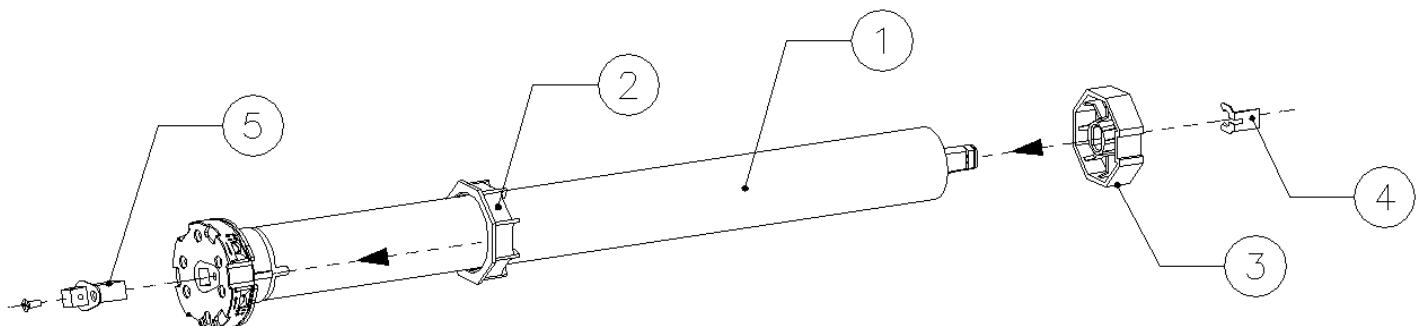
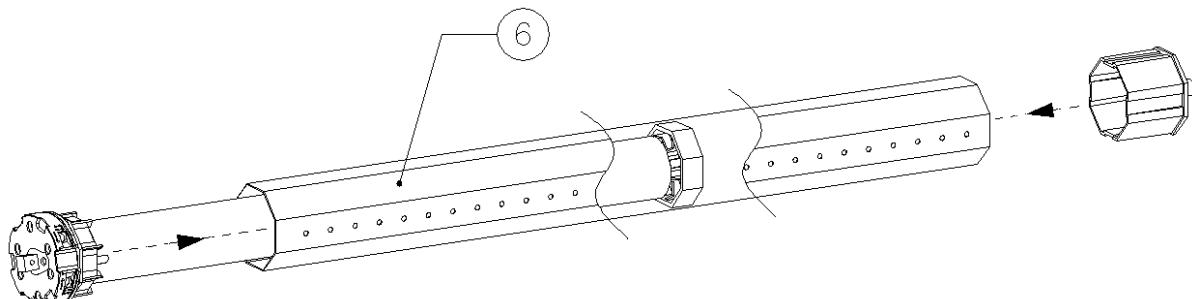
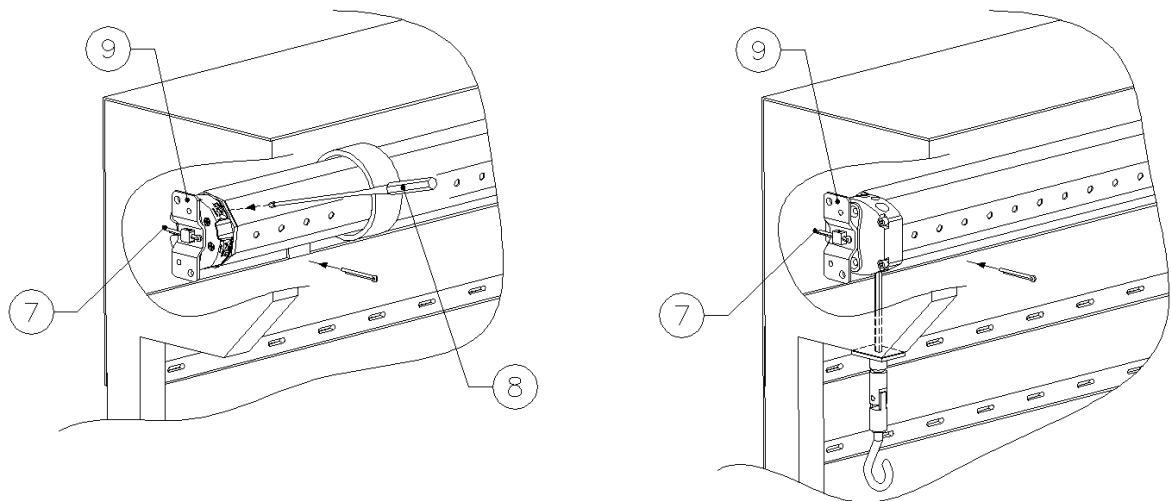
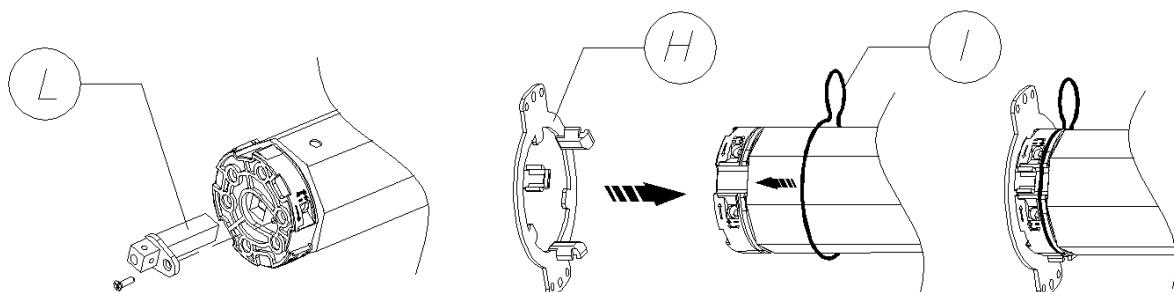

Fig.1
Fig.2
Fig.3
Fig.4
Faccendo riferimento allo schema di montaggio, preparare il motoriduttore con la seguente sequenza di operazioni: **A)** Infilare la corona del fincorsa (2) sul motoriduttore (1) fino ad inserirsi nel corrispondente anello di fincorsa facendo combaciare le due scanalature; spingere fino alla battuta come indicato nella fig. 1. Inserire la puleggia di trascinamento (3) sull'albero del motore e bloccarla con relativo fermo (4). Applicare l'adattatore per staffa (5) sulla testa del fincorsa bloccando con le apposite vite date in dotazione. **B)** Introdurre il motoriduttore così assemblato nel tubo di avvolgimento (6) fino ad inserire anche l'estremità della corona (2), (vedi fig. 2). Fissare la puleggia di trascinamento (3) al tubo di avvolgimento (6) mediante una vite in modo tale da evitare possibili slittamenti e movimenti assiali del motore. **C)** Infine bloccare la testa del motoriduttore all'apposita staffa (9) mediante la copiglia (7) data in dotazione (fig.3). **D)** Prima di agganciare il telo al rullo eseguire il collegamento elettrico come mostrato in fig. 4. **E)** Premere il pulsante di salita o discesa per verificare la rotazione del rullo nel senso di avvolgimento e/o svolgimento del telo (in caso contrario invertire i cavi nero e marrone. A questo punto, premere il pulsante di discesa fino al completo arresto della rotazione del rullo. Agganciare il telo al rullo, e premere il pulsante di salita fino a quando il telo si ferma. Procedere ora con la regolazione dei fincorsa, attraverso l'apposito regolatore (8).
En référence au schéma de montage, préparer le motorréducteur en suivant ces instructions: **A)** Enfiler la couronne du fin-de-course (2) sur le motorréducteur (1) jusqu'à son insertion dans l'anneau de finde-course en faisant coïncider les deux rainures; pousser jusqu'à la feuilleure, comme indiqué à la fig.1. Insérer la poulie d'entraînement (3) sur l'arbre du moteur et la bloquer avec un arrêt (4). Appliquer l'adaptateur pour support (5) sur la tête du fin-decourse en bloquant avec les vis fournies. **B)** Introduire le motorréducteur assemblé dans le tuyau d'enroulement (6) jusqu'à l'insertion de l'extrémité de la couronne (2), (cf. fig. 2). Fixer la poulie d'entraînement (3) au tuyau d'enroulement (6) à l'aide d'une vis afin d'éviter les éventuels glissements et les mouvements axiaux du moteur. **C)** Enfin, bloquer la tête du motorréducteur à la bride (9) à l'aide de la goupille (7) fournie (fig.3). **D)** Avant d'accrocher la toile au rouleau effectuer le branchement électrique comme indiqué à la fig. 4. **E)** Appuyer sur le bouton de remontée ou de descente afin de vérifier la rotation du rouleau dans le sens d'enroulement e/ou de déroulement de la toile (dans le cas contraire, inverser les câbles noir et marron). A ce niveau, appuyer sur le bouton de descente jusqu'à l'arrêt complet de la rotation du rouleau. Accrocher la toile au rouleau et appuyer sur le bouton de remontée jusqu'à l'arrêt de la toile. Procéder à présent au réglage des fin-de-course, à l'aide du régulateur (8).
Using the assembly diagram as your reference, prepare the gearmotor in the following operating sequence: **A)** Insert the rim of the limit switch (2) into the gearmotor (1) until it enters the corresponding run control ring and the two grooves engage. Push it up to the mechanical stop as indicated in figure 1. Place the driving pulley (3) onto the transmission shaft and block it with the corresponding retainers. (4). Fix the adaptor for the retaining bracket (5) onto the head of the limit switch with a screw provided. **B)** Introduce the gearmotor thus assembled into the winding spindle (6) until it inserts into the extremity of the rim (2), (see figure 2). Fix the driving pulley (3) to the winding spindle (6) by a screw to prevent the motor from sliding or moving axially. **C)** Finally block the head of the gearmotor onto the corresponding retaining bracket (9) using the splint pin (7) provided (figure 3). **D)** Before hooking awning to the winding spindle make the electric connections as illustrated in figure 4. **E)** Press the lifting and closing button to check that the winding spindle moves in the correct direction for winding and/or unwinding the awning (if the direction is incorrect invert the black and brown wires). At this point, press the closing button until the winding spindle stops. Attach the awning to the winding spindle and press the lifting button until the awning stops. Now regulate the limit switch, using the apposite adjustment (8).
Haciendo referencia al esquema de montaje, preparar el motorreductor en la siguiente secuencia de operaciones: **A)** Introducir la corona de final de recorrido (2) en el motorreductor (1) hasta colocarlo en el correspondiente anillo de final de recorrido haciendo coincidir las dos ranuras; empujar hasta el tope como se indica en la fig. 1. Introducir la polea de arrastre (3) en el arbol del motor y bloquearla con su correspondiente cierre (4). Aplicar el adaptador para abrazadera (5) en la extremidad del final de recorrido bloqueándolo con los tornillos que se incluyen. **B)** Introducir el motorreductor montado de esta forma en el tubo de recogida (6) hasta introducir también las extremidades de la corona (2), (ver fig. 2). Fijar la polea de arrastre (3) al tubo de recogida (6) con un tornillo, de forma que se eviten posibles deslices y movimientos axiales del motor. **C)** Al final bloquear la extremidad del motorreductor en la abrazadera (9) mediante la chaveta (7) que se entrega (fig.3). **D)** Antes de enganchar la tela al rodillo realizar la conexión eléctrica como se muestra en la fig. 4. **E)** Presionar el pulsador de subida y bajada para comprobar la rotación del rodillo en la recogida y/o como se desenrolla la tela (en caso contrario invertir los cables negro y marrón) A este punto, presionar el pulsador de bajada hasta la completa parada de la rotación del rodillo. Enganchar la tela al rodillo y presionar el pulsador de subida hasta que se pare la tela. Proceder entonces con la regulación del final de recorrido a través del reglador (8).
Unter Hinweis auf das Montageschema sind die Rohrmotor mit der nachstehenden Aufeinanderfolge von Operationen vorzubereiten: **A)** Den Endanschlagkranz (2) auf den Rohrmotor (1) stecken, bis er in den entsprechenden Endanschlagring eingefügt ist, wobei die zwei Rillen auf einander passen müssen; bis zum Anschlag drücken, wie in Abb. 1 gezeigt. Die Mitnehmscheibe (3) auf der Motorwelle einfügen und mit der entsprechenden Befestigung blockieren (4). Den Adapter für den Bügel (5) auf dem Kopf des Endanschlages anplizieren und mit den eigens beigefügten Schrauben blockieren. **B)** Den auf diese Weise montierten Motor in das Aufwickelungsrohr (6) einfugen, bis auch die Extremitäten des Kranzes (2) eingefügt sind. (Siehe Abb. 2). Die Mitnehmscheibe (3) auf dem Aufwickelungsrohr (6) mittels einer Schraube derart befestigen, dass eventuelle Rutschbewegungen oder axiale Bewegungen des Motors vermieden werden. **C)** Schließlich den Kopf des Motors auf dem eigens vorgesehenen Bügel (9) mittels des beigefügten Splints (7) blockieren (Abb. 3). **D)** Vor der Befestigung der Markise an der Rolle ist die elektrische Verbindung wie auf Abb. 4 gezeigt herzustellen. **E)** Die Taste für das Heben und Senken drücken, um die Rotation der Rolle im Aufwickelungs- und/oder Abwickelungssinn der Markise zu prüfen (im gegenteiligen Fall ist das schwarze und das braune Kabel umzukehren). An diesem Punkt die Taste für das Senken bis zum völligen Stillstand der Rotation der Rolle drücken. Die Markise an die Rolle anhaken und die Hebetaste solange drücken, bis die Markise anhält. Den Endanschlag mit Hilfe des geeigneten Reglers einstellen (8).
Consultando o esquema de montagem, preparar o motorredutor com a seguinte sequência de operações: **A)** Enfiar a coroa do fim-de-percurso (2) no motorredutor (1) até que se introduza no anel de fim-de-percurso correspondente fazendo juntar as duas ranhuras, empurrar até que se assente como está indicado na fig. 1. Introduzir a roldana de arrestamento (3) no eixo do motor e bloqueá-la com o stop relativo (4). Aplicar o adaptador para suporte (5) no cabeçote do fim-de-percurso bloqueando com os parafusos apropriados fornecidos. **B)** Introduzir o motorredutor montado desta maneira no tubo de enrolamento (6) até que a extremidade da coroa se fixe introduzida também (2), (veja fig. 2). Fixar a roldana de arrastamento (3) no tubo de enrolamento (6) mediante um parafuso de tal maneira que evite possíveis escorregedoras e movimentos axiais do motor. **C)** Por fim bloquear o cabeçote do motorredutor no suporte apropriado (9) mediante o perno (7) fornecido (fig. 3). **D)** Antes de enganchar o toldo ao rolo realizar a conexão eléctrica como está mostrado na fig. 4. **E)** Pressionar o botão de subida ou de descida até que a rotação do rolo pare completamente. Enganchar o toldo ao rolo, e pressionar o botão de subida até que o toldo pare. A partir de então continuar fazendo a regulação do fim-de-percurso, por meio do regulador apropriado (8).
Il Motoriduttore è predisposto per l'utilizzo di una staffa ad innesto rapido (H), nel caso si volesse utilizzare questo tipo soluzione procedere come segue: 1) Svitare la vite e sfilare il perno quadro (L); 2) Inserire la testa del finecorsa nella staffa rispettando le alette di riferimento; 3) Inserire la molla (I) nell'apposita sede allo scopo di vincolare il motoriduttore alla staffa (vedi fig. 4).
Le motoréducteur est conçu pour l'utilisation d'une chape à enrouleur rapide (H). Pour utiliser ce type de solution, procédez comme suit : 1) Défaire la vis et faire glisser le pivot cadre(L). 2) Placer la tête dans la fin de course dans la chape en respectant les ailettes de référence ; 3) Placer le ressort (I) dans l'emplacement prévu pour relier le motoréducteur à la chape (cf. fig. 4).
The Gear Motor is set up for use with a fast coupling bracket (H), if you want to use this solution proceed as follows: 1) Unscrew the screw and remove the square pin (L) ; 2) Insert the limit stop head in the bracket in line with the reference tabs; 3) Insert the spring (I) in the specific seat in order to attach the gear motor to the bracket (see fig. 4).
El motorreductor está preparado para la aplicación de una brida de conexión rápida (H); para utilizar este tipo de solución: 1) Destornillar el tornillo y extraer el perno cuadrado(L); 2) Colocar la culata del final de carrera en la brida respetando las aletas de referencia; 3) Colocar el muelle (I) en su lugar para sujetar el motorreductor a la brida (véase la Fig. 4).
Der Getriebemotor ist für die Verwendung eines Schnellsteckbügels (H) vorgesehen. Falls Sie diese Art Bügel verwenden möchten, gehen Sie wie folgt vor: 1) Lösen Sie die Schraube und ziehen Sie den rechteckigen Stift durch(L); 2) Fügen Sie den Kopf des Endanschlags in den Bügel ein und achten Sie dabei auf die Klappen; 3) Fügen Sie die Feder (I) an die geeignete Stelle ein, um den Getriebemotor mit dem Bügel zu verbinden (siehe Abb. 4).
O Motorredutor encontra-se predisposto para a utilização de um grampo de encaixe rápido (H), no caso de se pretender utilizar este tipo de solução proceder conforme se segue: 1) Desaparafusar o parafuso e retirar o perno quadrado (L); 2) Inserir a cabeça do fim de curso no grampo respeitando as aletas de referência; 3) Inserir a mola (I) na respectiva sede com o objectivo de prender o motorredutor ao grampo (ver fig. 4)